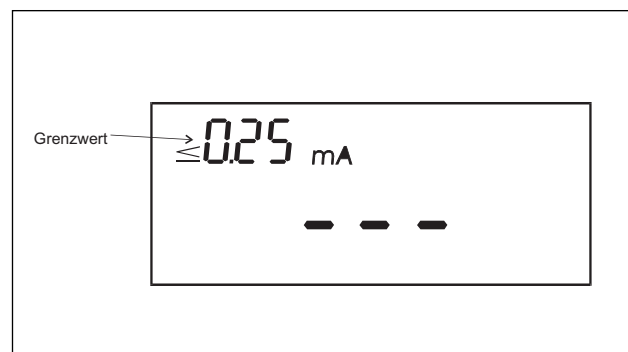

Abb. 7.23
- COMMANDER 2 mit dem UNITEST MACHINEmaster verbinden, das Messgerät einschalten und den Schalter **Messfunktion** auf Position **I_A/I_B** (Messfunktion 11) stellen (siehe Abb. 7.23).